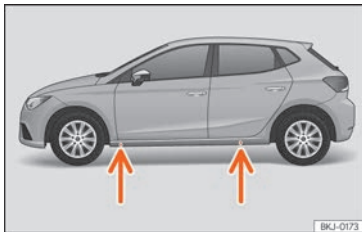

Fig. 76 Points de prise du cric.
- Recherchez sur le bas de caisse la marque du point d'appui du cric (zone renforcée) le plus proche de la roue à changer » » fig. 76.